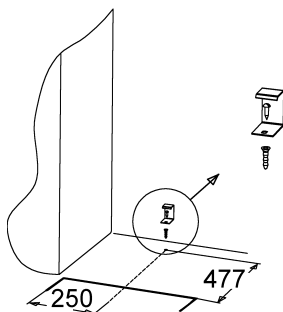

Рис.2 Разметка пола для установки предохранительного кронштейна
- установить плиту на рабочее место, отметить на полу линию передней стенки и габариты по ширине, как показано на рис. 2;